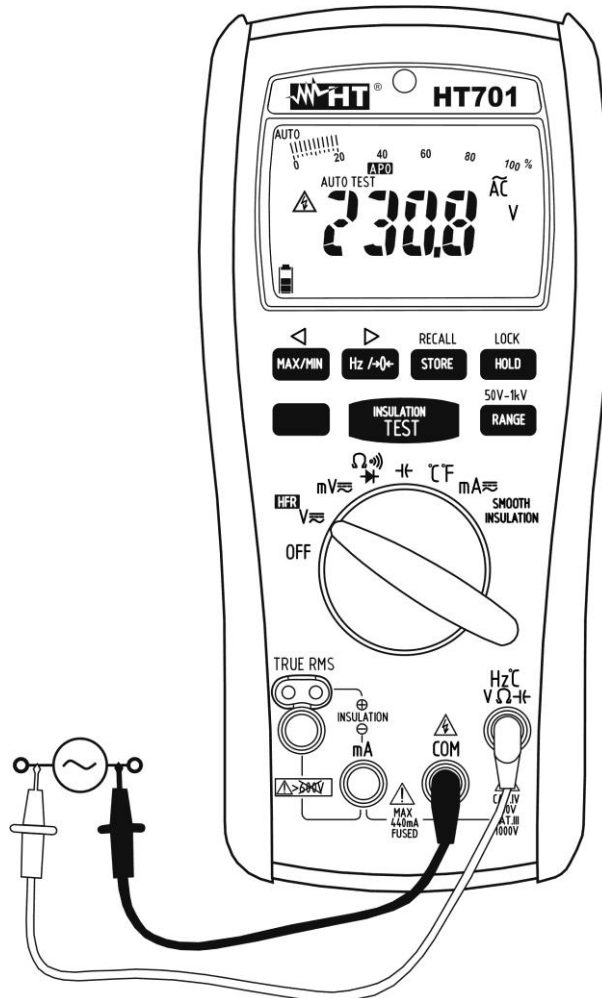

Fig. 3: Uso del instrumento para medida de Tensión CA
4. Inserte el cable rojo en el terminal de entrada  $Hz^{\circ}CV\Omega Hz$  y el cable negro en el terminal de entrada **COM** (vea Fig. 3)